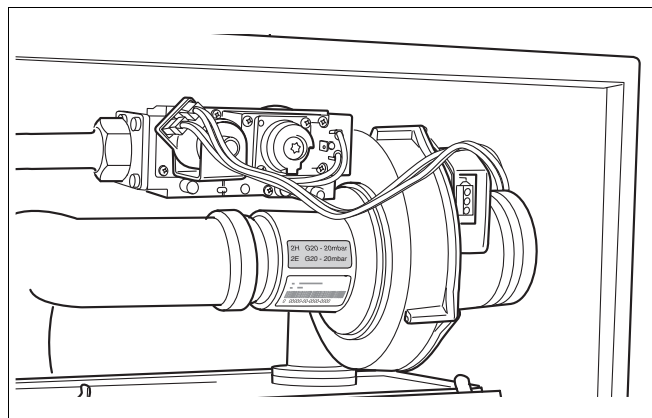

Fig. 77 Kontrol af mærkatet med gastypen
- Kontrollér, om den anvendte gastype er den samme som den, der angivet på mærkatet "Gastype" (fig. 77).